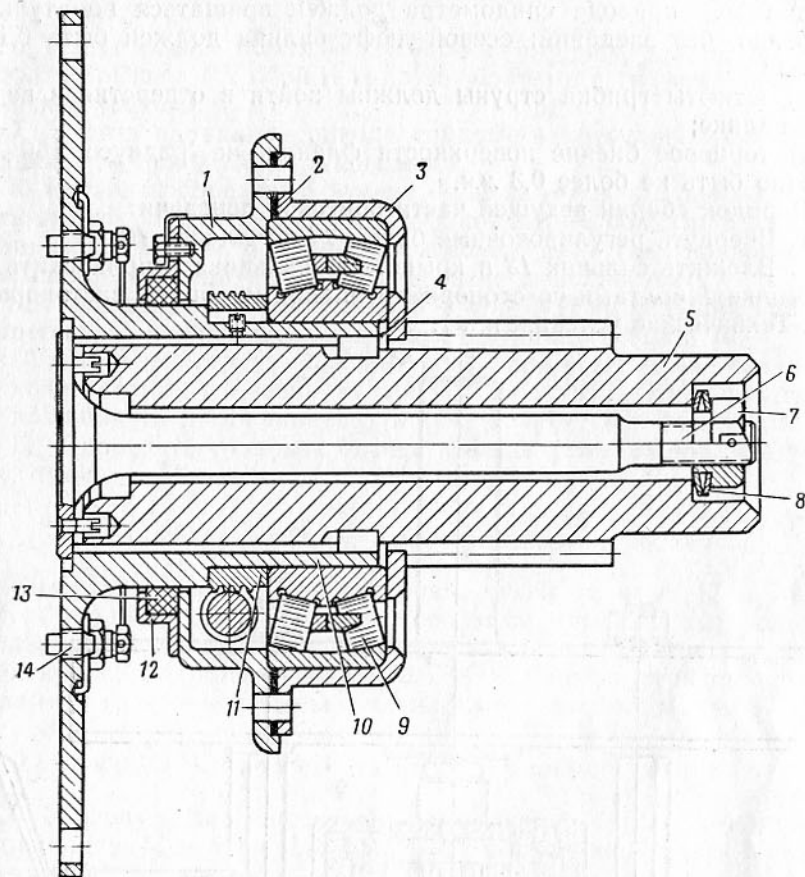
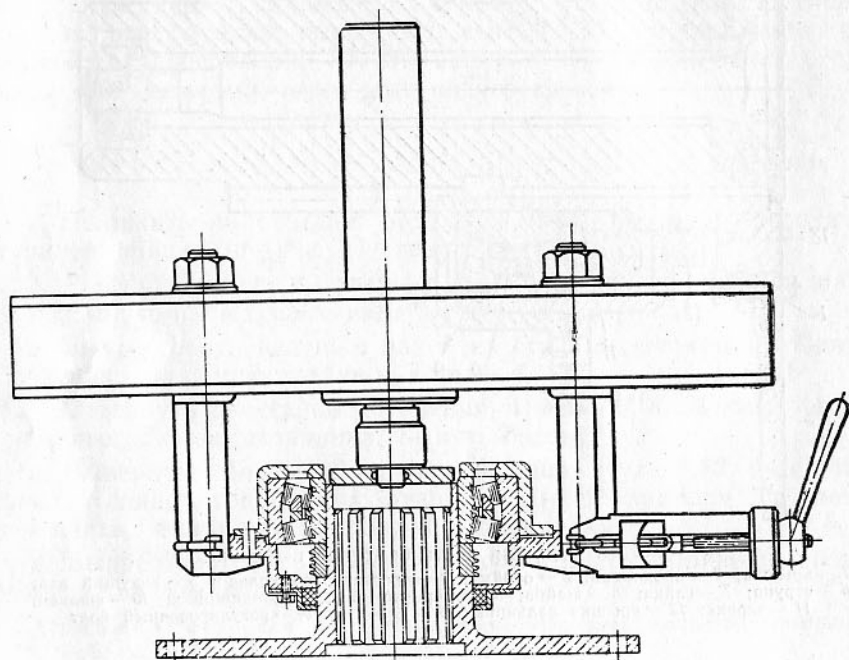

Рис. 41. Ведущая часть бортовой передачи:
Рис. 42. Установка приспособления УК-2А для спрессовки сферического роликоподшипника со ступицы фланца
1. Положить на стеллаж ведущую часть бортовой передачи ступицей фланца 10 (рис. 41) вверх.
7. Установить (рис. 42) приспособление УК-2А и спрессовать сферический роликоподшипник со ступицы фланца 10 (рис. 41) в сборе с крышкой 1 сальника и червяком 11.
9. Надеть проставочное кольцо 4 (рис. 41) на ведущий вал 5 и запрессовать вал шлицевым концом в ступицу фланца 10.